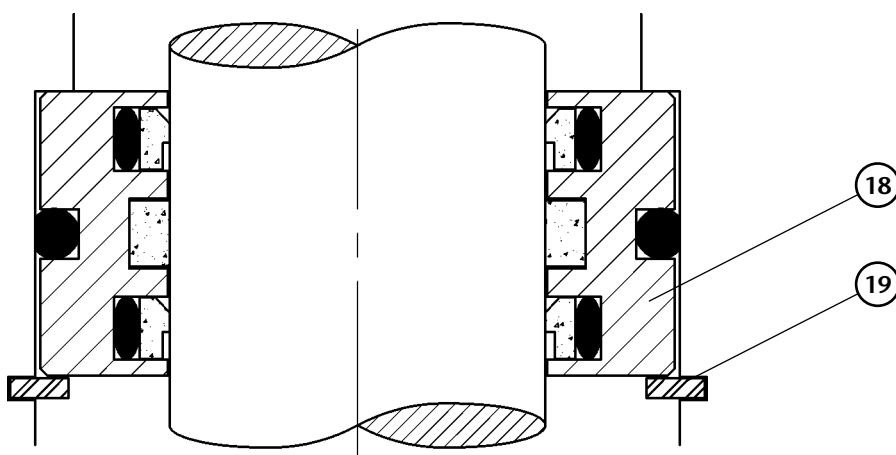

Fig. 12
NOTE: The packing set is directional and must be mounted with the seals positioned as shown in fig.12.
NOTA: El conjunto empaquetadura debe ser montada con las juntas según fig. 12.
NOTE : S'assurer que l'ensemble des colliers a bien été remonté avec les joints comme il est indiqué sur la Fig.12.
1. Den Anweisungen zur Zerlegung des Luftmotors folgen, bis der Kolben (9) ausserhalb des Luftmotors ist.
2. Den Sprengring (19) und den Dichtungssatz (18) vom Luftmotor-Körper (14) lösen. Beschädigte Teile ersetzen.
3. Der Zusammenbau erfolgt gem. dieser Anweisungen Schritt für Schritt in umgekehrter Reihenfolge. ACHTUNG: Beim Einbau des Dichtungssatzes muss die richtige Reihenfolge eingehalten werden. Dies wird in Bild 12 gezeigt.